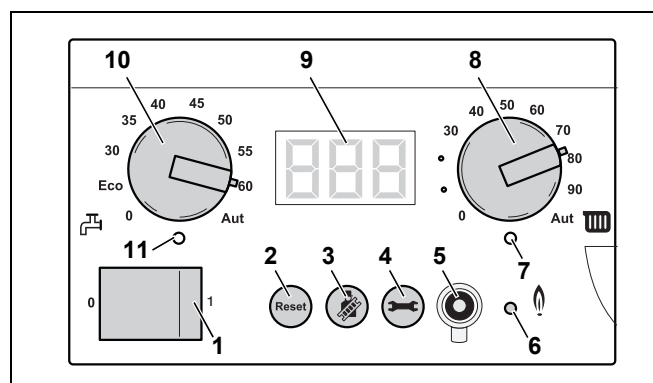

Fig. 91 Controler de bază BC10
- Setări cu ajutorul butonului rotativ "Temperatura maximă a cazanului" (fig. 91, poz. 8) temperatura limită superioară a apei cazanului pentru regimul de încălzire (vezi tab. 15).